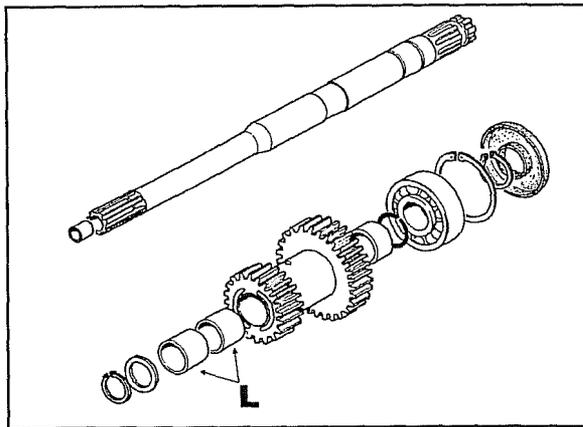

Fig. 5
La fig. 5 montre l'ensemble des pièces de la prise de force synchronisée.
5. Extraire et remplacer les coussinets **L** fig. 5 de l'engrenage double.